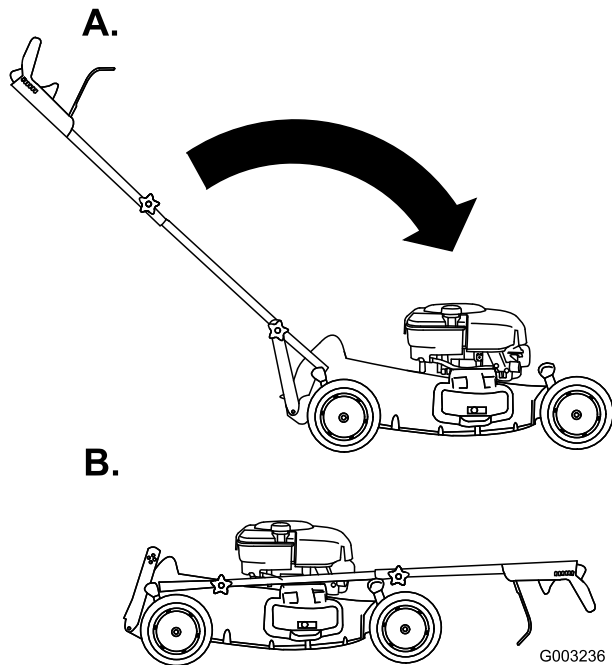

Bild 55
3. Drehen Sie den Griff nach vorne (Bild 55).